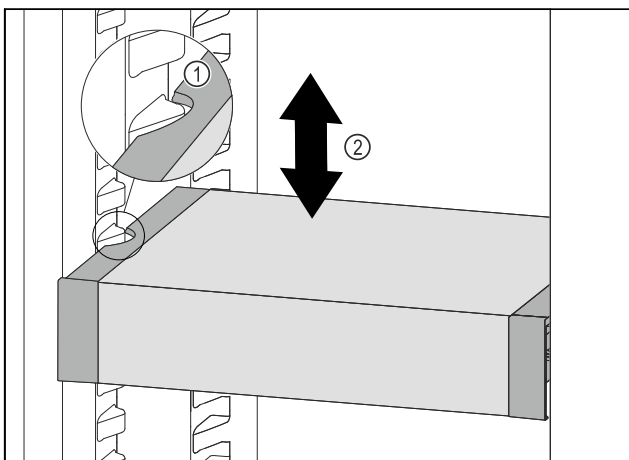

Fig. 82
- ▶ Изтеглете VarioSafe напред, докато страничните прорези на VarioSafe се намират на височината на реброто на съда в хладилната част. Fig. 82 (1)
- ▶ Преместете VarioSafe нагоре или надолу в хладилната част, докато се достигне желаната височина. Fig. 82 (2)